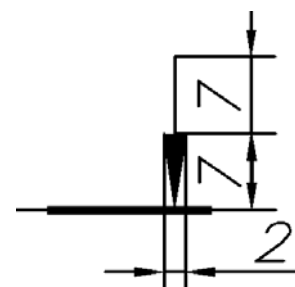

Рис. 5.44
правую стрелку согласно рис. 5.44 (оставив справа 2–3 мм),
- b) на запрос выбора объектов выделить объекты для отражения (линию, стрелку и букву) – рис. 5.44, нажать **Enter**;